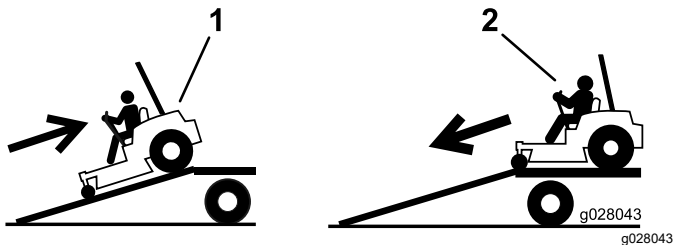

Figura 31
4. Suba la máquina por la rampa en marcha atrás (Figura 31).
2. Baje la máquina por la rampa conduciendo hacia adelante (Figura 31).